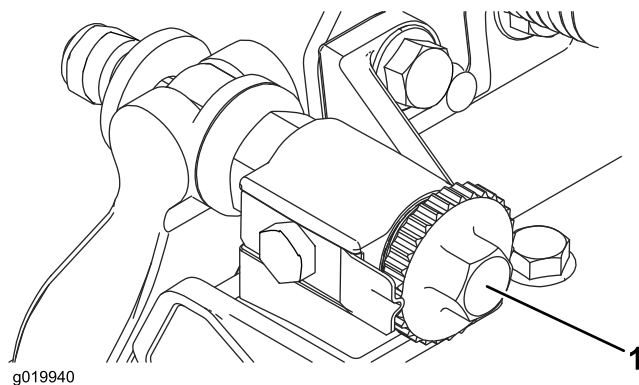

図 17
1. カッティングユニットを平らな水平の作業台の上に置く。ベッドバー調整ねじを左に回してベッドナイフとリールの接触をなくす 図 17。